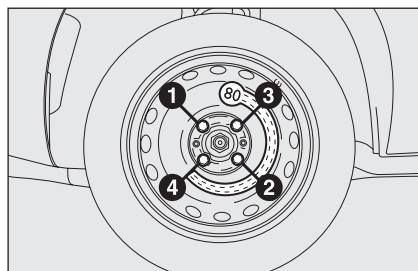

fig. 15
- mediante l'utilizzo della chiave in dotazione, serrare a fondo i bulloni secondo l'ordine numerico illustrato in fig. 15;
- ❑ mediante l'utilizzo della chiave in dotazione, serrare a fondo i bulloni secondo l'ordine rappresentato in **fig. 15** per il ruotino di scorta;